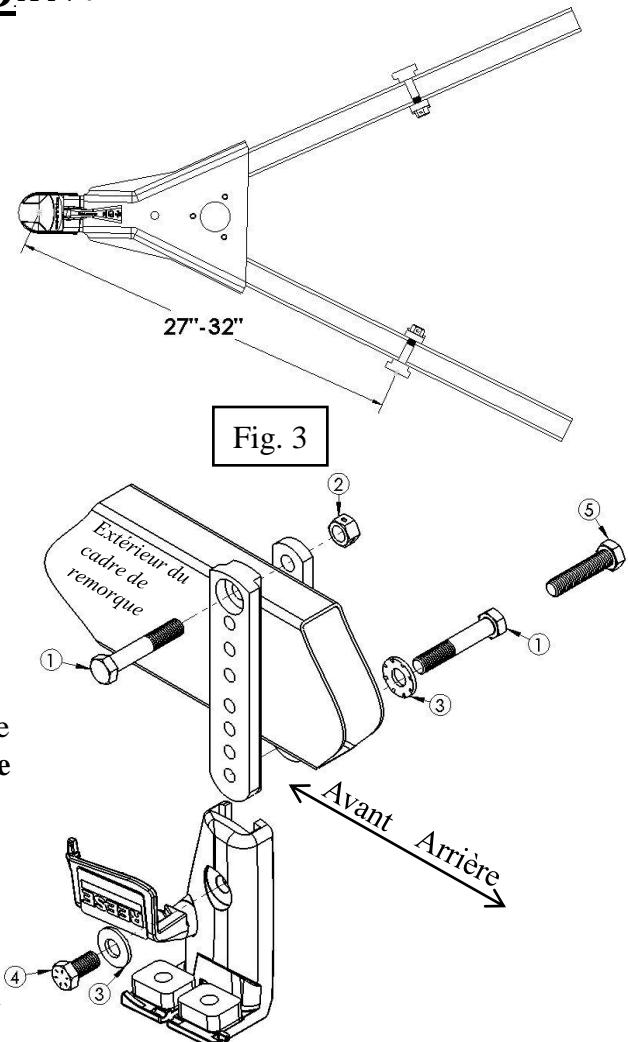

Fig. 4
2. Insérer un boulon 5/8 po de 3 1/2 po de long (1) à travers le grand trou de la **barre en T** et le trou simple de la **barre de serrage**.
3. Fixer à l'aide d'un contre-écrou 5/8 po (2) et serrer à la main.
4. Glisser la **barre en T** et la **barre de serrage** par-dessus le cadre où la marque de l'étape 1 est située. La **barre en T** doit se situer à l'extérieur du cadre en A, avec le grand trou orienté vers l'extérieur (voir Fig. 4). Laisser 1 po de dégagement sur les deux côtés de la **barre en T**.
5. Insérer un deuxième boulon 5/8 po *depuis l'intérieur* à travers une rondelle conique et la **barre de serrage** puis visser dans la **barre en T**. Utiliser les trous les plus hauts, non obstrués par le bas du cadre (voir Fig. 4).
- Nota : Les cadres de 1 1/2 po de large nécessitent des boulons 5/8 d'une longueur de 2 3/4 po (5) pour fixer le bas de la barre en T et la barre de serrage.